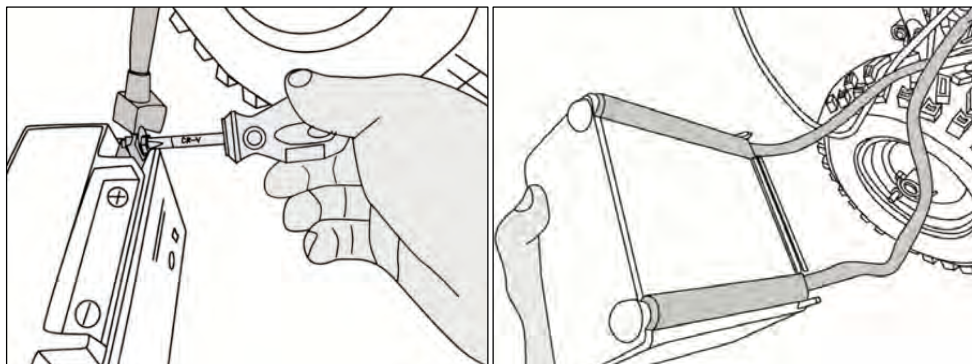

**Рис. 11**
8. Подсоедините клеммы аккумулятора, установите его в корпус крышки так, чтобы провода проходили в специальных пазах для моделей AC-F-700E, AC-F-700EP (рис. 11).